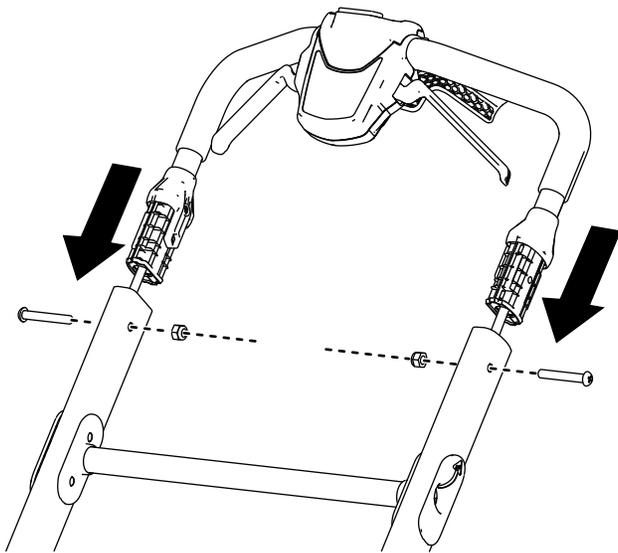

Figura 4
1. Instale o conjunto da pega superior para a pega inferior e fixe-o com dois parafusos e duas porcas de fixação como se mostra na Figura 4.